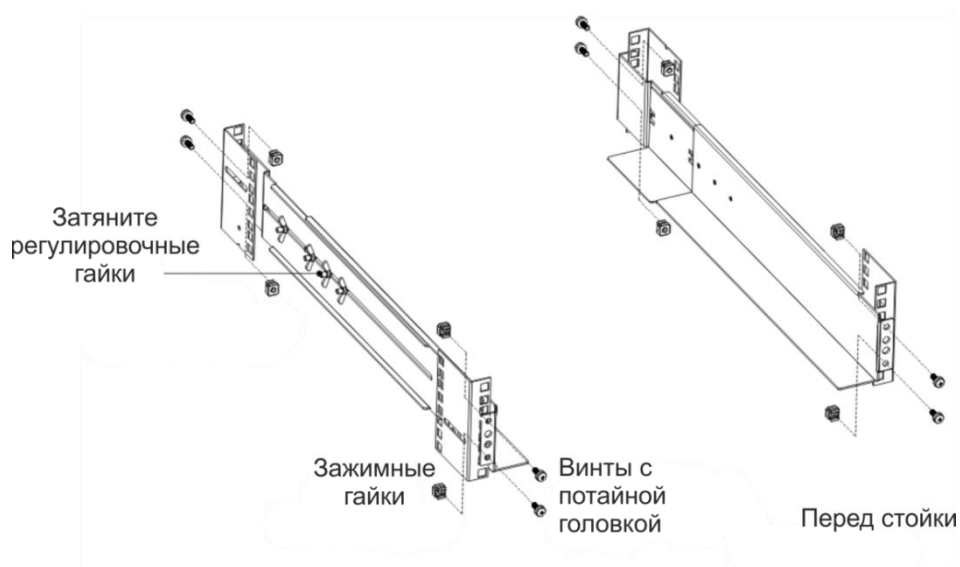

Рисунок 4 – Фиксация направляющих
2. Затяните гайки скрепляющие передние и задние части направляющих (рисунок 4).